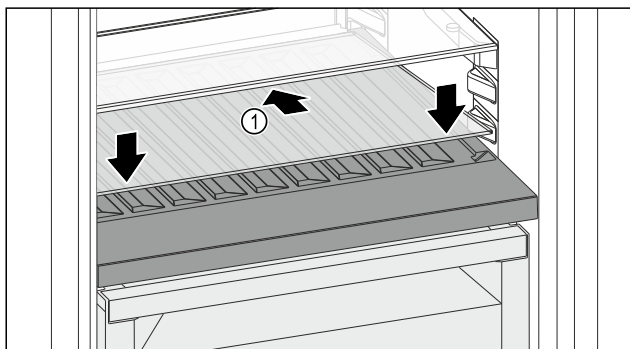

Fig. 99
- ▶ Вставьте стеклянную пластину Fig. 99 (1) наискосок и с уклоном назад вниз.
- ▶ Опустите стеклянную пластину Fig. 99 (1) спереди.